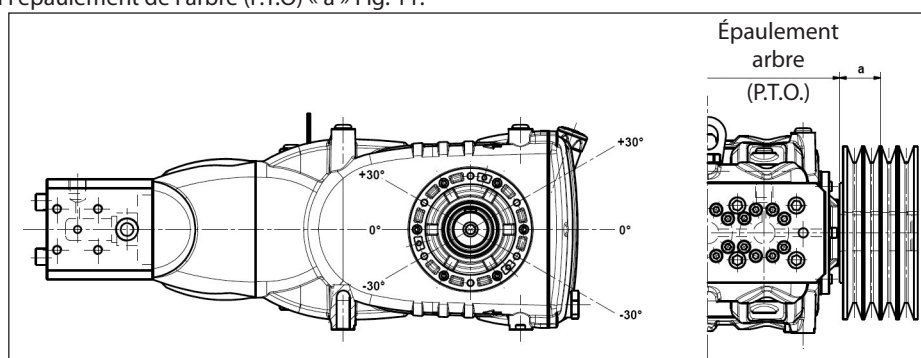

Fig. 11
La charge radiale sur l'arbre ne doit pas être supérieure à 7500 N (valeur nécessaire pour la définition du plan). La transmission est considérée appropriée si une telle charge est appliquée à une distance maximum de $a=40$ mm de l'épaule de l'arbre (P.T.O) comme l'indique la Fig. 11.
- b) Utiliser des courroies à haut rendement - par exemple **XPB** au lieu de **SPB** - car il sera nécessaire d'avoir une quantité inférieure de courroies égales à la puissance transmise et par conséquent une distance inférieure de la résultante par rapport à l'épaule de l'arbre (P.T.O) « a » Fig. 11.
- e) Contrôler la direction de la tension de la courroie comme l'indique la Fig. 11 : pour d'autres nécessités, contacter le **Bureau Technique** ou le **Service d'Assistance Clients**.